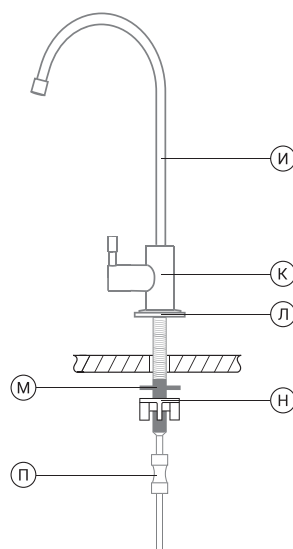

Рис. 9
11. Произведите монтаж крана (рис. 9) в следующей последовательности:
12. Синюю трубку 1/4" подключите к фитингу 1/4" из комплекта поставки (см. раздел «Присоединение трубок» (стр. 10) и рис. 9).
13. Фитинг 1/4" вместе с установленной в него трубкой подключите к штоку крана чистой воды (см. раздел «Присоединение трубок» (стр. 10) и рис. 9).